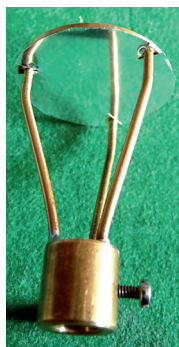
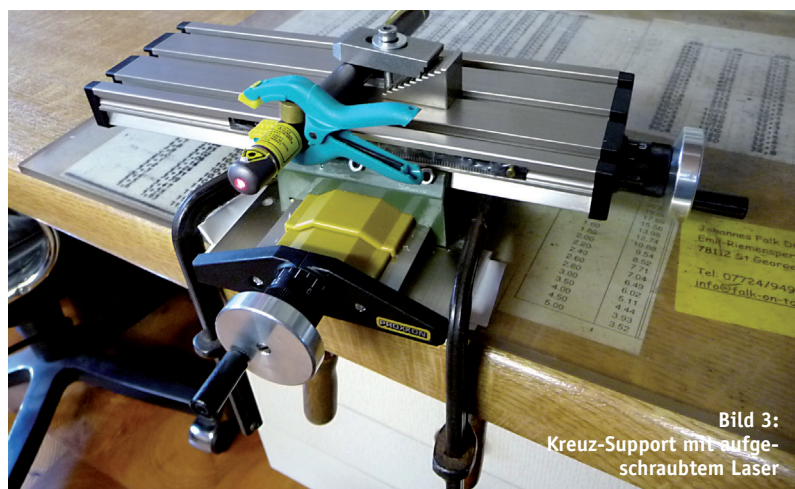

Bild 2:
Bild 3:
Ich klebte diese Folie auf die Innenseite der runden 25,5-mm-Subreflektor-Scheibe (Bild 2) sowie zwei Folienstreifen in einen 25-cm-rotationssymmetrischen Parabolspiegel. Da diese Folie selbstklebend und elastisch ist, war es kein Problem. Auf dem Hohlleiter (HL), der rechtwinklig abgefräst ist, wurde ein Fleck von 4 mm × 5 mm geklebt. Den Spiegel schraubte ich an meinen Transverter, somit hatte ich alle Variationen für die Ausrichtung. Mein Kreuz-Support war gerade das Richtige zur Stationierung des Lasers (Bild 3). Im Abstand von 2 m schraubte ich ihn in Höhe des Spiegelzentrums auf die Tischplatte. Die Vertikalen des Spiegels und des Lasers richtete ich mit einer digitalen Wasserwaage aus.